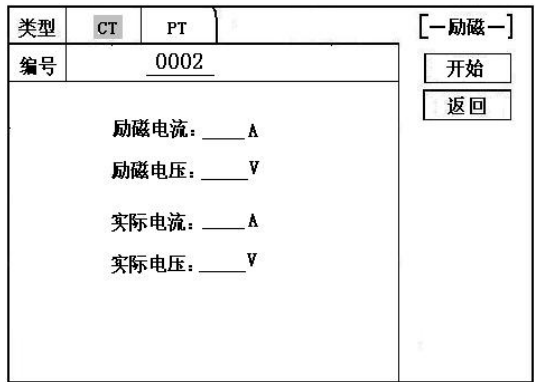
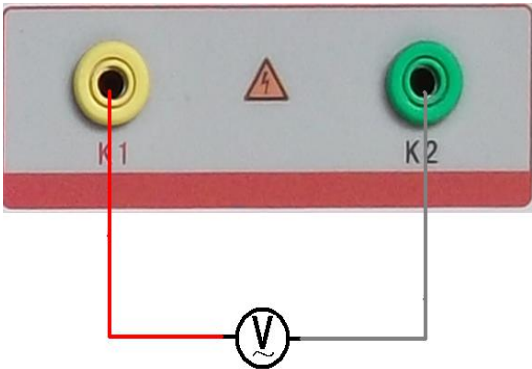
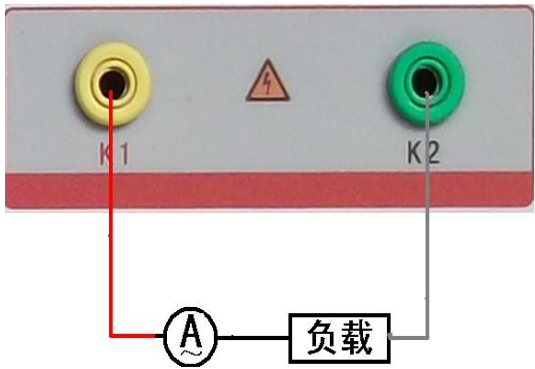

图 41，校准测试主界面
图 42，电压校准接线图
图 43，电流校准接线图
进入 CT “励磁” 测试界面后，选择进入 “校准” 试验界面（如图 41），设定好励磁电流值：0.1A ~ 5A;励磁电压值：1V~1000V。
电压校准试验参照图 42 进行接线；设置好被测电压后，合上功率开关，选择 “开始” 选项，按下控制器，试验即开始，试验到达设定值后将保持输出电压/电流值用于检测，检测完毕后，按下控制器，试验返回图 41 界面。
电流校准试验参照图 43 进行接线，电压设定值略高于【电流设定值 (A)*负载 (Ω)】，设置好被测电流/电压值后，合上功率开关，选择 “开始” 选项，按下控制器，试验即开始，试验到达设定值后将保持输出电流/电压值用于检测，检测完毕后，按下控制器，试验返回图 41 界面。